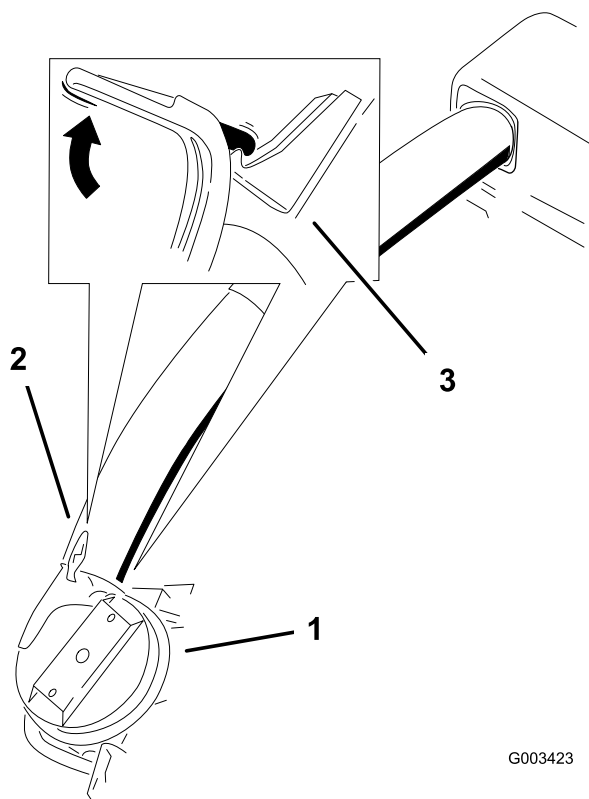

Figura 24
9. Deslice el tubo inferior sobre la bota y conéctelos con el cierre (Figura 24).